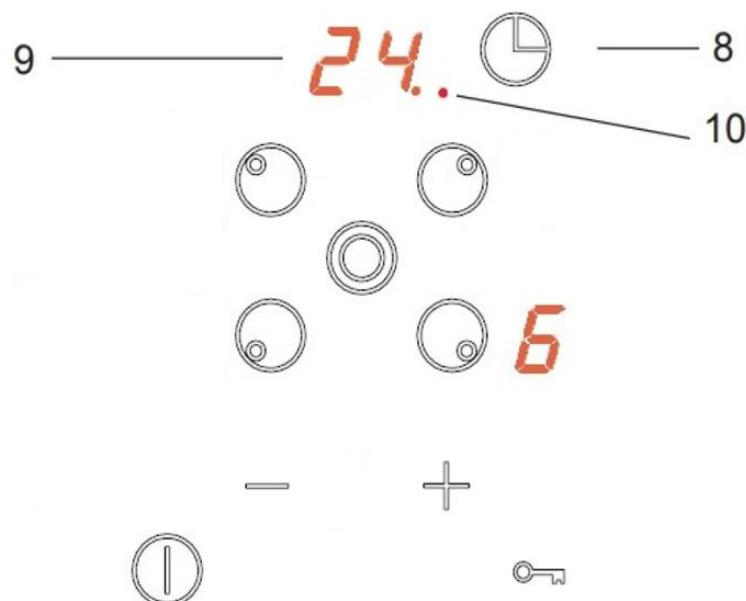

Рис. 10
Для включения функции «Таймер» следует включить варочную поверхность, включить одну или больше зон нагрева и задать уровень мощности нагрева. Нажать кнопку, регулирующую таймер (8) (рис. 10). Дисплей таймера (9) (рис. 10) начнет светиться. Следует повторно нажать кнопку, регулирующую таймер до момента, когда контрольная лампочка таймера (10) (рис. 10) для выбранной зоны нагрева не начнет мигать.